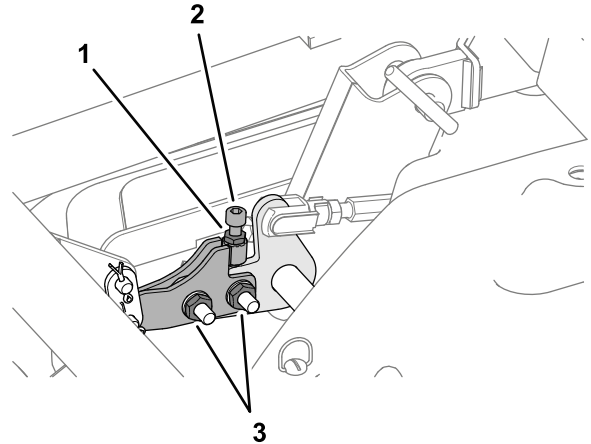

Figura 123
- A. Slăbiți cele 2 piulice care fixează articulația de asigurare a planeității (Figura 123).
- B. Slăbiți contrapiulița care fixează urubul cu cap imbus (Figura 123).
10. Strângeți cele 2 piulice pentru articulația de asigurare a planeității și contrapiulița pentru urubul cu cap imbus (Figura 123).
7. Strângeți contrapiulița pentru elementele de reglare a înclinării punii (Figura 123).